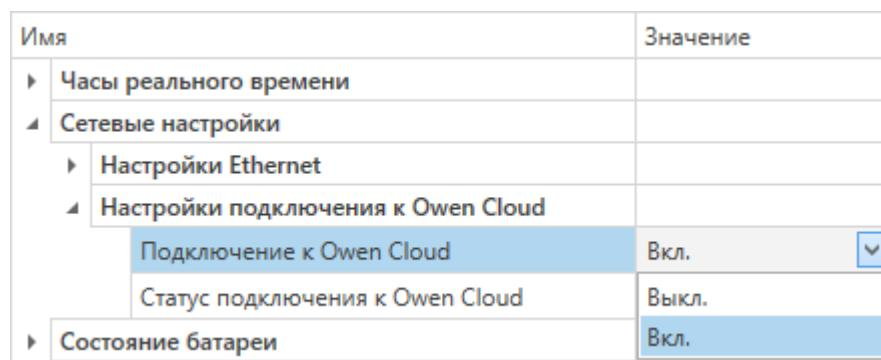

Рисунок 6.2 – Настройка автоматического подключения к облачному сервису
2. Задать значение Вкл. в параметре **Подключение к OwenCloud** (рисунок 6.2).